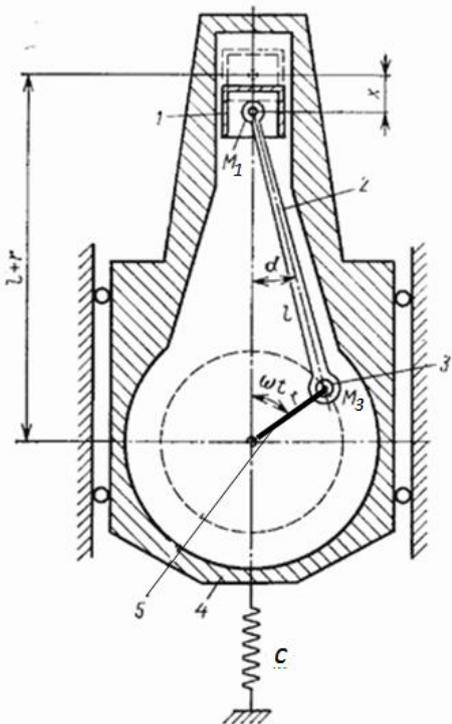

Рис.2
**Ситуация 2.** Показать, что работа одноцилиндрового двигателя порождает негармоническую периодическую возмущающую силу, которую можно представить как сумму двух гармонических. На рис.2: 1- поршень, 2- шатун, 3- палец кривошипа, 4-картер, 5- кривошип коленчатого вала. Использовать то, что массы несбалансированных деталей можно с достаточной точностью привести к двум сосредоточенным массам:  $M_1$  – приведенной массе поршня,  $M_3$  – приведенной массе пальца.